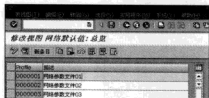

图 9-37 “修改视图网络默认值: 总览”界面
STEP 1 在命令栏输入 SPRO 命令，通过菜单选择“项目系统→结构→实施结构→网络→网络的设置→维护网络参数文件”选项（或者直接在命令栏中输入“OPUU”命令），弹出“修改视图 网络默认值：总览”界面，如图 9-37 所示。